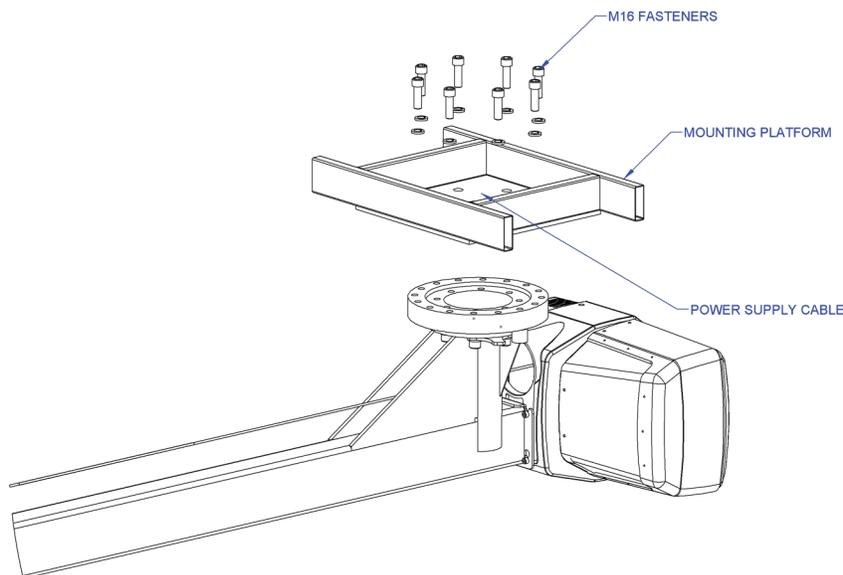

Fig. 5A. Installazione della guida inferiore dell'Easy Arm®.
- 5.3 Issare il dispositivo sulla piattaforma di montaggio e introdurre il cavo dell'alimentazione (e il tubo dell'aria opzionale) nel foro centrale della piattaforma (**fig. 5A**). Inserire le viti nella piattaforma e nei fori filettati del supporto principale. Lasciate il dispositivo sorretto dalla gru o da un carrello elevatore fin quando tutte le viti siano state opportunamente serrate.